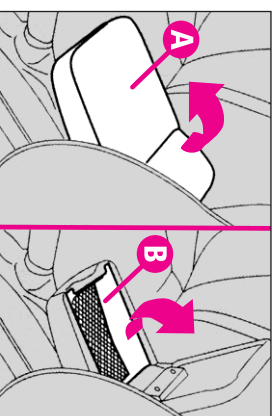

fig. 22
În interiorul cotierei se găsește un compartiment special (B fig. 22) pentru depozitarea lucrurilor mărunte. Pentru a-l folosi, ridicați capacul (A).